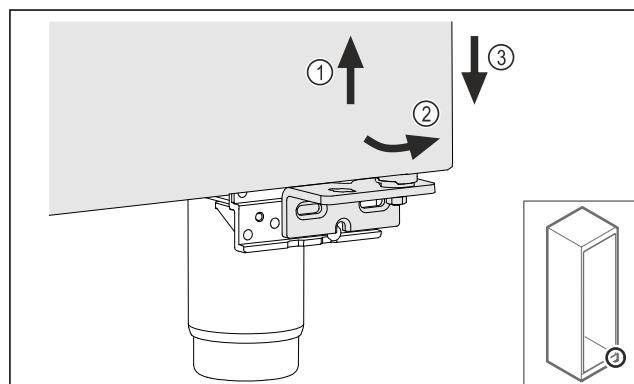

Fig. 20
- Ανασηκώστε ελαφρώς την πόρτα Fig. 20 (1), γείρετε την κάτω προς τα εμπρός Fig. 20 (2) και κατεβάστε τη Fig. 20 (3).